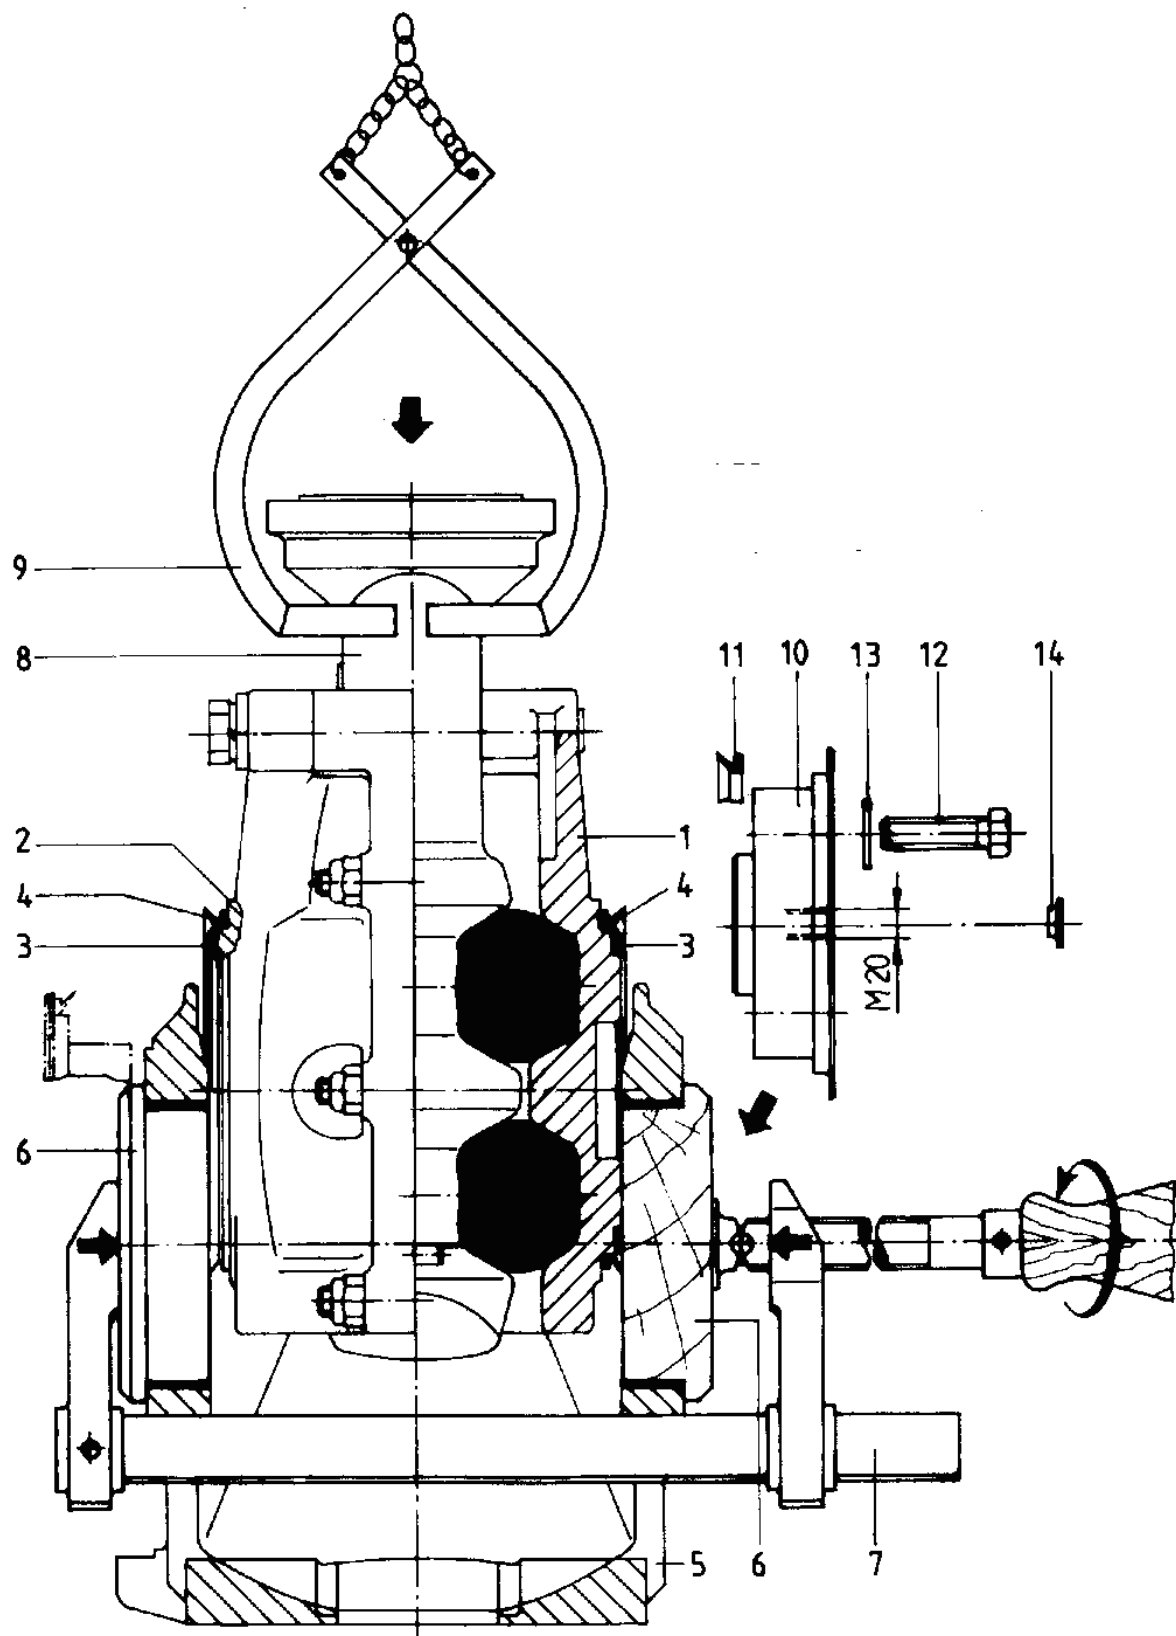

Figura D-9. Montaje de la unidad de resortes del caballete – esquema de principio
- Introducir la unidad de resortes premontada cuidadosamente en el caballete (utilizando una grúa de taller) hasta que los centros de los muñones y los agujeros del caballete queden perfectamente alineados entre sí (ver Figura D-9).
- Colocar la junta (19) en el muñón (3) superior.
- Atornillar los tornillos (25) con las chapas de sujeción de tuercas (9) en los muñones (3, 4) y apretarlos en diagonal con un par de apriete de 295 ± 10 Nm.
- Poner el tapón (21) en el muñón superior (3).
- Montaje del resorte de apoyo (38), introducir los tornillos (27) en los agujeros laterales del resorte (38).
- Atornillar dos tuercas (30) sobre cada uno de los tornillos (27).
- Introducir el perno centrador del resorte (38) en el agujero inferior de la barra de conexión y atornillar los tornillos (27) en los casquillos (11, 12).